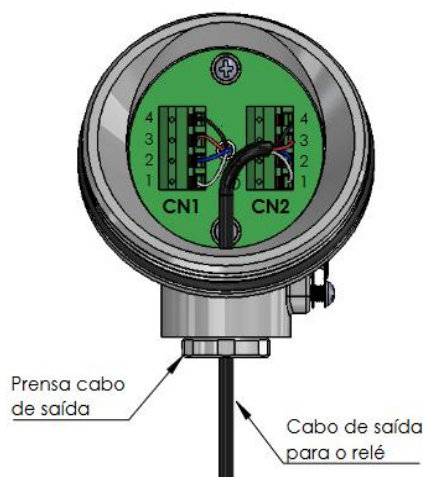

Figura 26 – Conexão dos cabos nos bornes de ação por mola
6. Ajuste os cabos de acordo com a Figura 26 e verifique se todos eles estão bem conectados aos bornes de ação por mola. Por fim, feche a tampa com firmeza e aperte o prensa-cabo de saída.